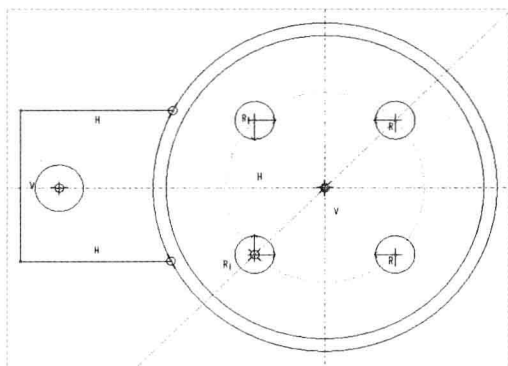

图 13-51 绘制圆 3
Step 11 在“功能区”选项板的“草绘”选项卡中,单击“草绘”面板中“圆”右侧的下拉按钮,在弹出的下拉列表中选择“圆心和点”选项,绘制圆,如图 13-51 所示。